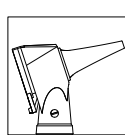

Fig 3
- Coloque el otoscopio con una punta en el canal auditivo del paciente (fig. 3), y examine a través de la ventana de visualización que cuenta con 3X de aumento.